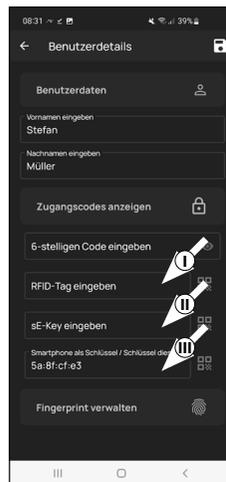

Fig. 4
- 6 À ce stade, vous pouvez enregistrer une télécommande *ENTRY se-Key 7713* (disponible en option) (II) (Fig. 4). Vous trouverez des remarques relatives à la configuration dans la notice de la télécommande.
**Remarque :** Le profil d'utilisateur de l'administrateur a déjà été créé automatiquement en ouvrant la serrure par smartphone (III) (Fig. 4). Pour des utilisateurs complémentaires, vous pouvez enregistrer dans ce champ un autre smartphone en tant que clé électronique. Vous trouverez des instructions à ce sujet dans la notice principale, sur notre site web (voir lien sur la page de couverture).